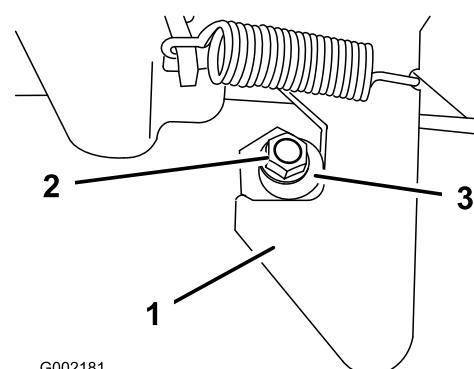

図 19
- ラッチ・ポストの端についているナット（図 19）をゆるめる。
- ラッチ・ポストを右回りに回転させてラッチにちょうどはまるようにし、その位置でナットを締める（図 19）。